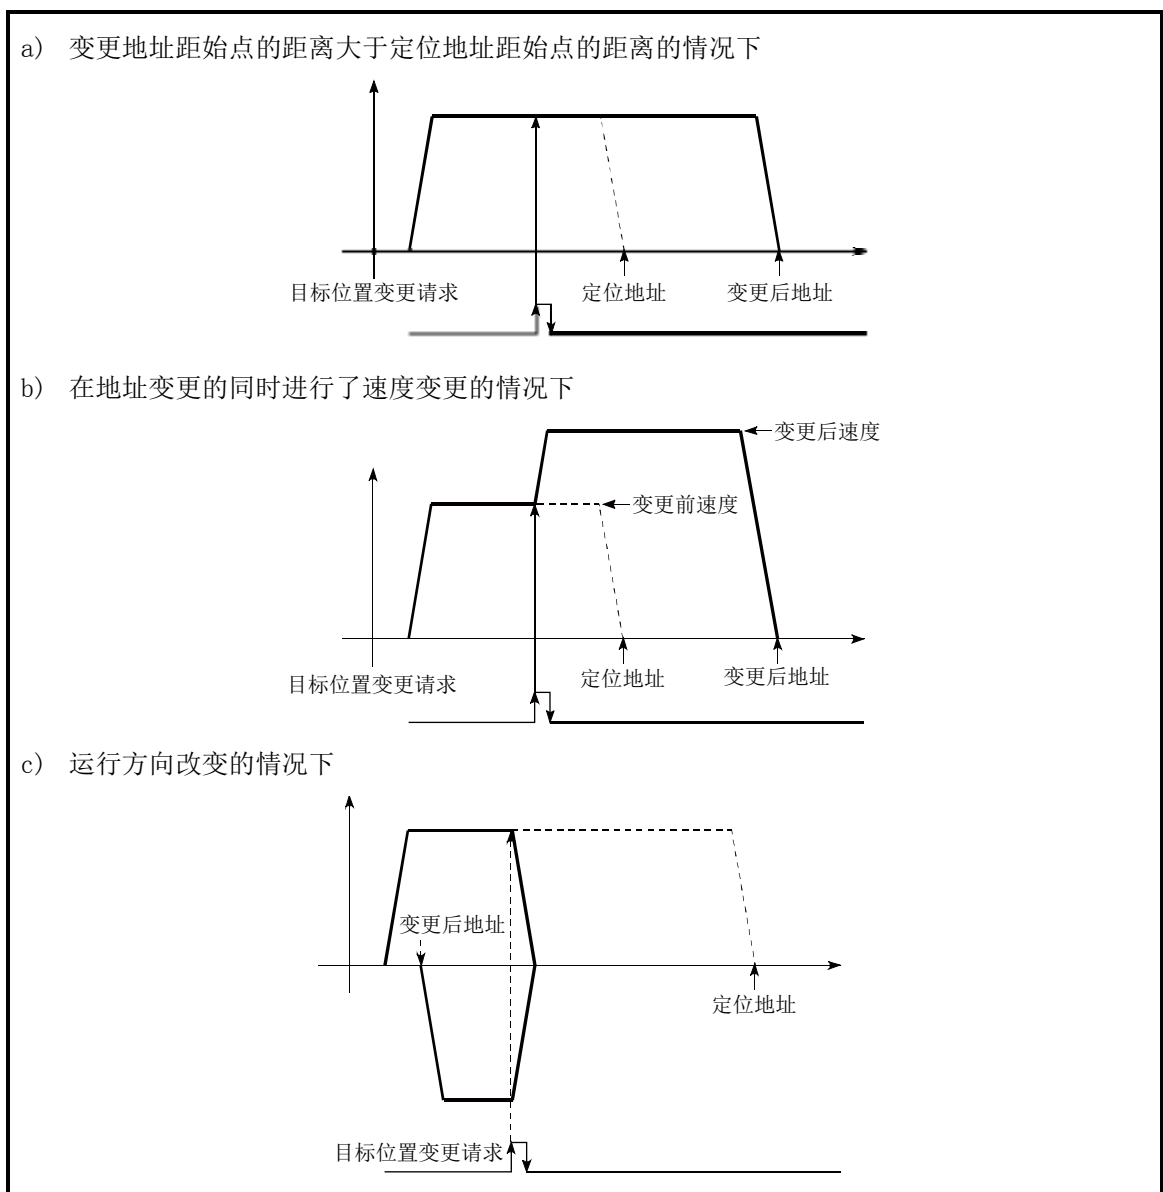

图12.35 目标位置变更的动作
- (1) 根据目标位置变更值，从请求的停止位置开始至变更位置的定位的移动方向反转的情况下，暂时停止后进行至变更位置的定位。(参阅图12.35(c))
- (2) 对指令速度进行变更的情况下，进行了超出速度限制值的设置时将变为报警“速度限制值溢出”(报警代码：501)状态，变更后的速度将变为速度限制值。